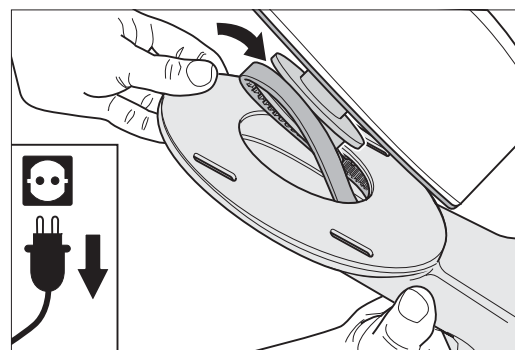

Abb. 71: Den Keilriemen etwas aus dem Vorsatz herausziehen und in die Motorriemenscheibe einlegen.
- 13 Ziehen Sie den Keilriemen motorseitig etwas aus dem Vorsatz heraus und legen Sie ihn in die Motorriemenscheibe ein (Abb. 71).